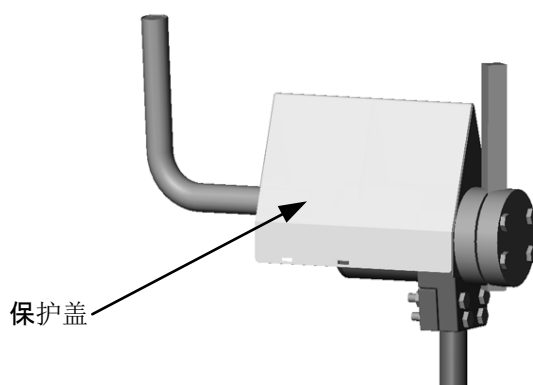

图 4: 在传感器主体上方安装保护盖
- 可以在头部装置上方安装保护盖，以防止物料掉落在传感器上以及在头部装置上形成不必要的堆积（图 4）。